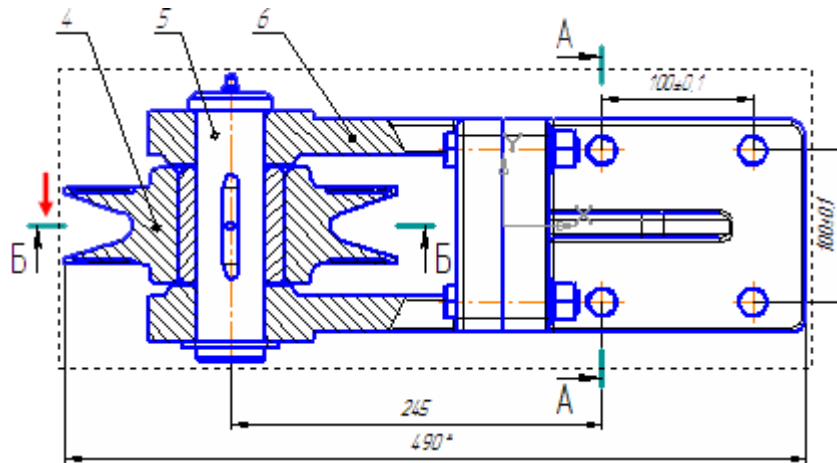

Рисунок 13
- Постройте линию разреза Б–Б — система перейдет в режим построения разреза (рис.13).